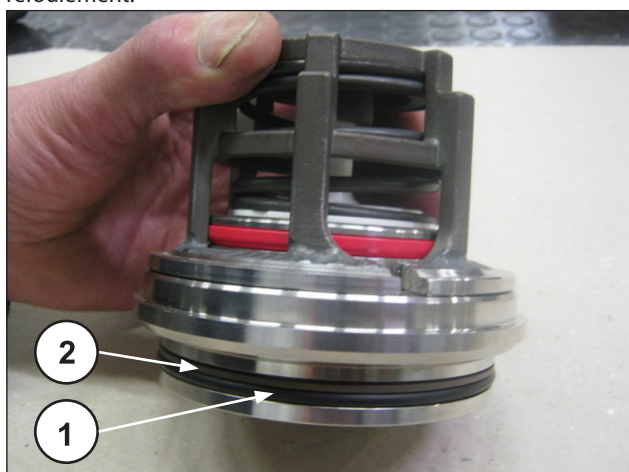

Fig. 184
Monter le joint torique (rep. ①, Fig. 184) et la bague anti-extrusion (rep. ②, Fig. 184) sur le siège de soupape de refoulement.